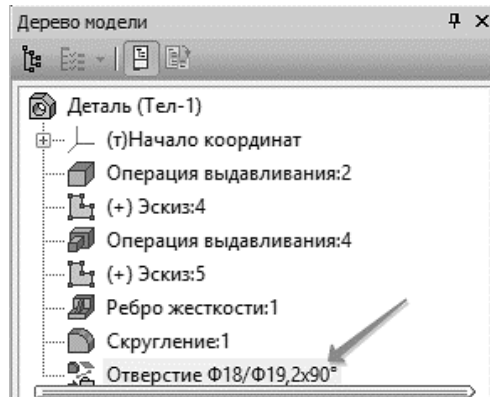

Рис. 76. Выбор отверстия
7.2 Укажите отверстие в Дереве модели (рис. 76).